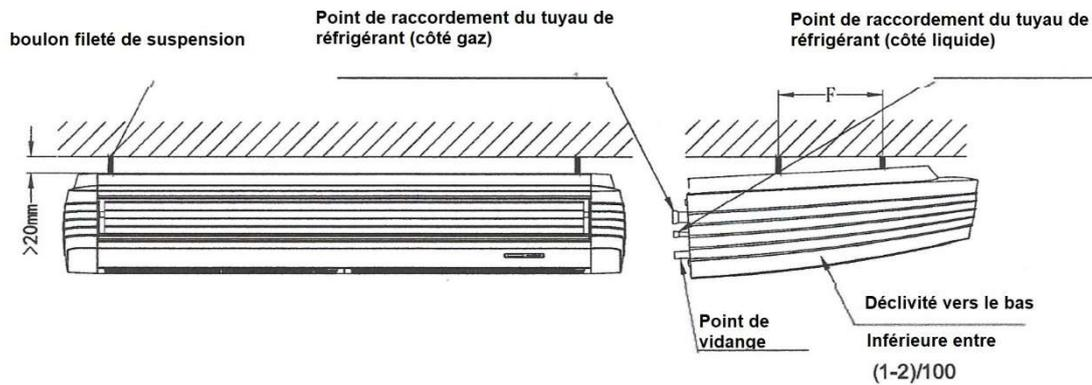

Fig 4.10
(3) Suspendez l'unité sur le bras de suspension en la couissant vers l'arrière. Serrez fermement les boulons de serrage des deux côtés (Voir la figure 4.10).